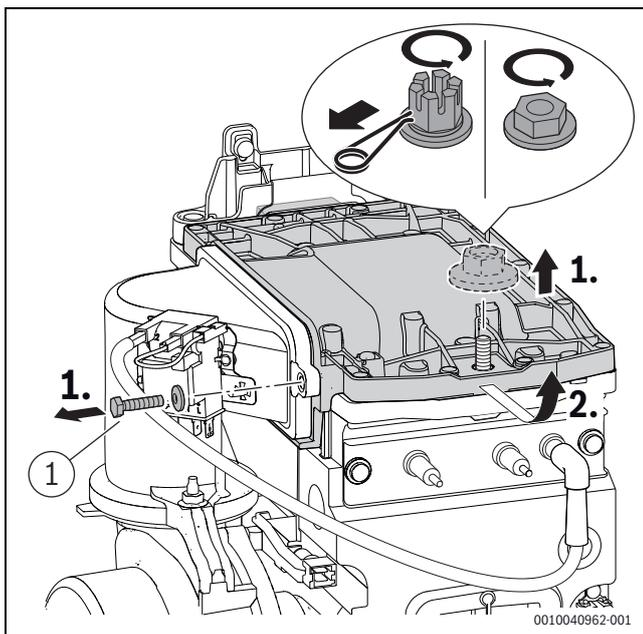

Bild 207 Brennerdeckel ausbauen
- ▶ Schraube ([1], Bild 207) am Brennerdeckel mit $5,5+0,5$ Nm festziehen.